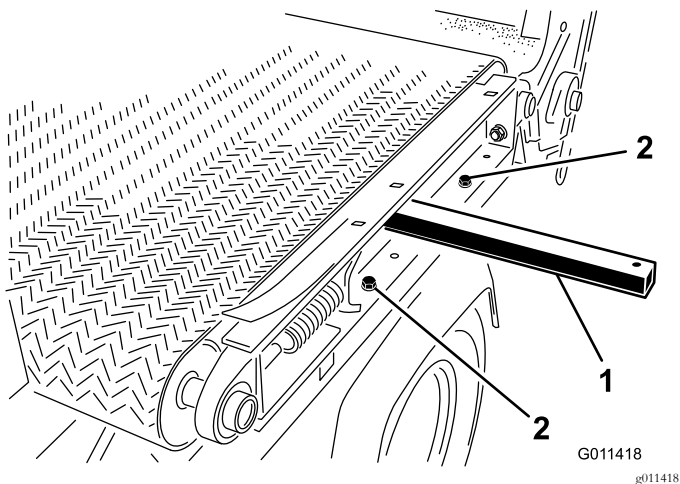

图35
7. 卸下机器左侧将滑道货斗固定至机架的2个平头螺丝、垫圈和螺母 图35。
- 将撬棒插入机器左侧的孔中提起撬棒倾斜滑道货斗 图35。